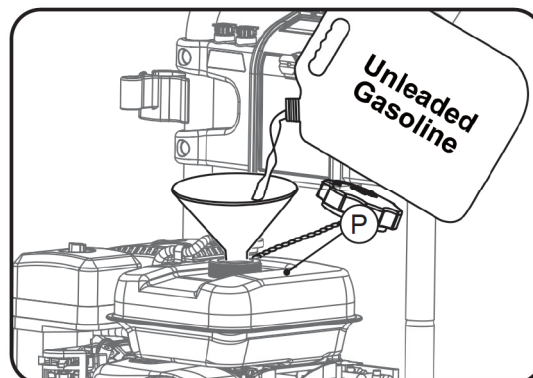

Fig.8
G. AJOUT D'ESSENCE (Voir fig. 8)